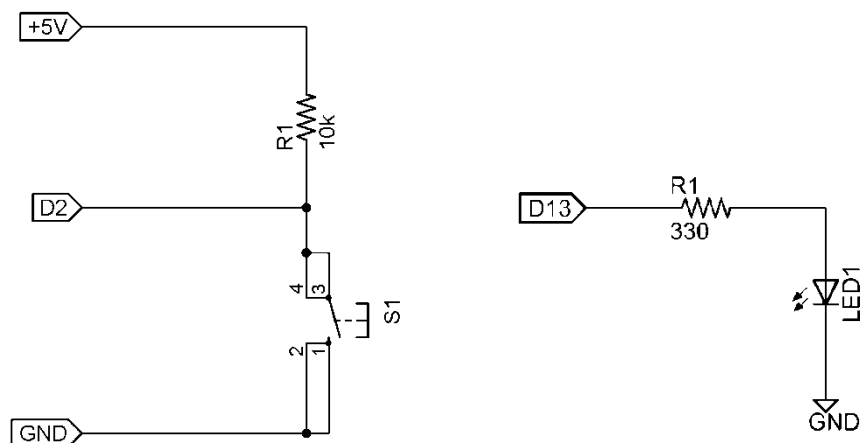

図 2.67 スイッチによる外部割り込みの動作確認用回路
(1) 図 2.67 の回路を組む。(Arduino と PC を接続してはならない)
(3) ファイルメニュー 名前を付けて保存, 書き込み (Tr245_20190510 など)
(4) `attachInterrupt` を使用して, スイッチの外部割り込みにより LED を点灯・消灯するプログラムを作成する。ただし, 外部割り込みの条件を以下の 4 種類に変更して, それぞれの動作を確認する (図 2.67 参照)。
① 外部割り込み要因 **FALLING** に変更して, 外部割り込み動作を **LED** の状態で確認する。
② 外部割り込み要因 **RISING** に変更して, 外部割り込み動作を **LED** の状態で確認する。
③ 外部割り込み要因 **CHANGE** に変更して, 外部割り込み動作を **LED** の状態で確認する。